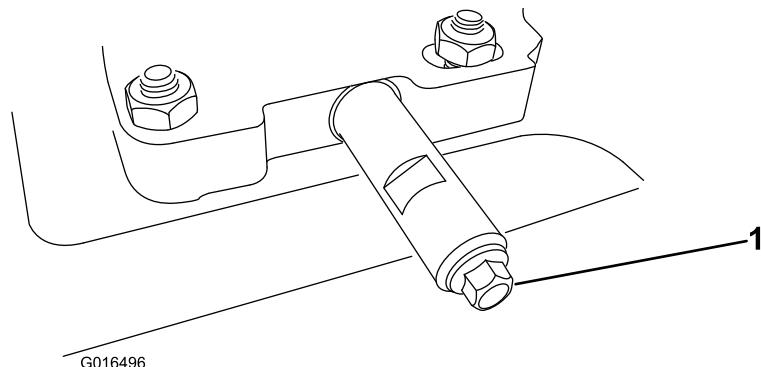

Figure 35
- Nettoyez la surface autour de l'écrou de vidange d'huile (Figure 35).